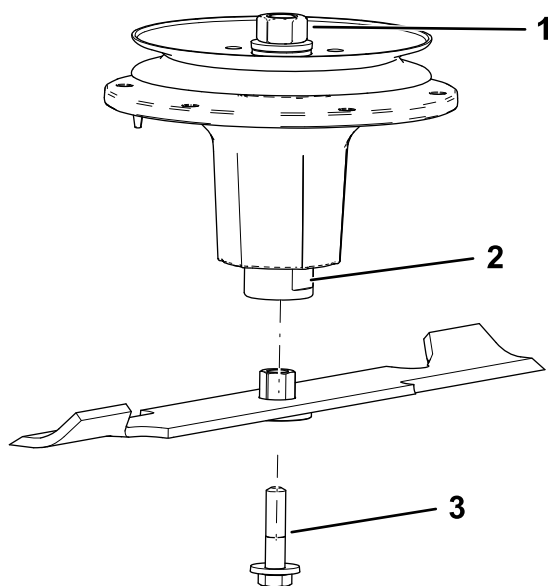

Figura 84
2. Montați ansamblul bucă/lamă pe arborele axului (Figura 84).